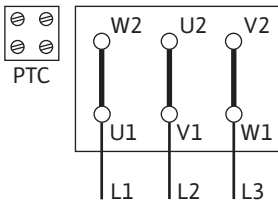

Fig. 12: Δ-koppling
- Nätanslutningen är beroende av motoreffekten P2, nätspänningen och tillslagstypen. Nödvändiga kopplingar för anslutningsbryggan i kopplingsboxen anges i följande tabell samt Fig. 12, 13 och 14.